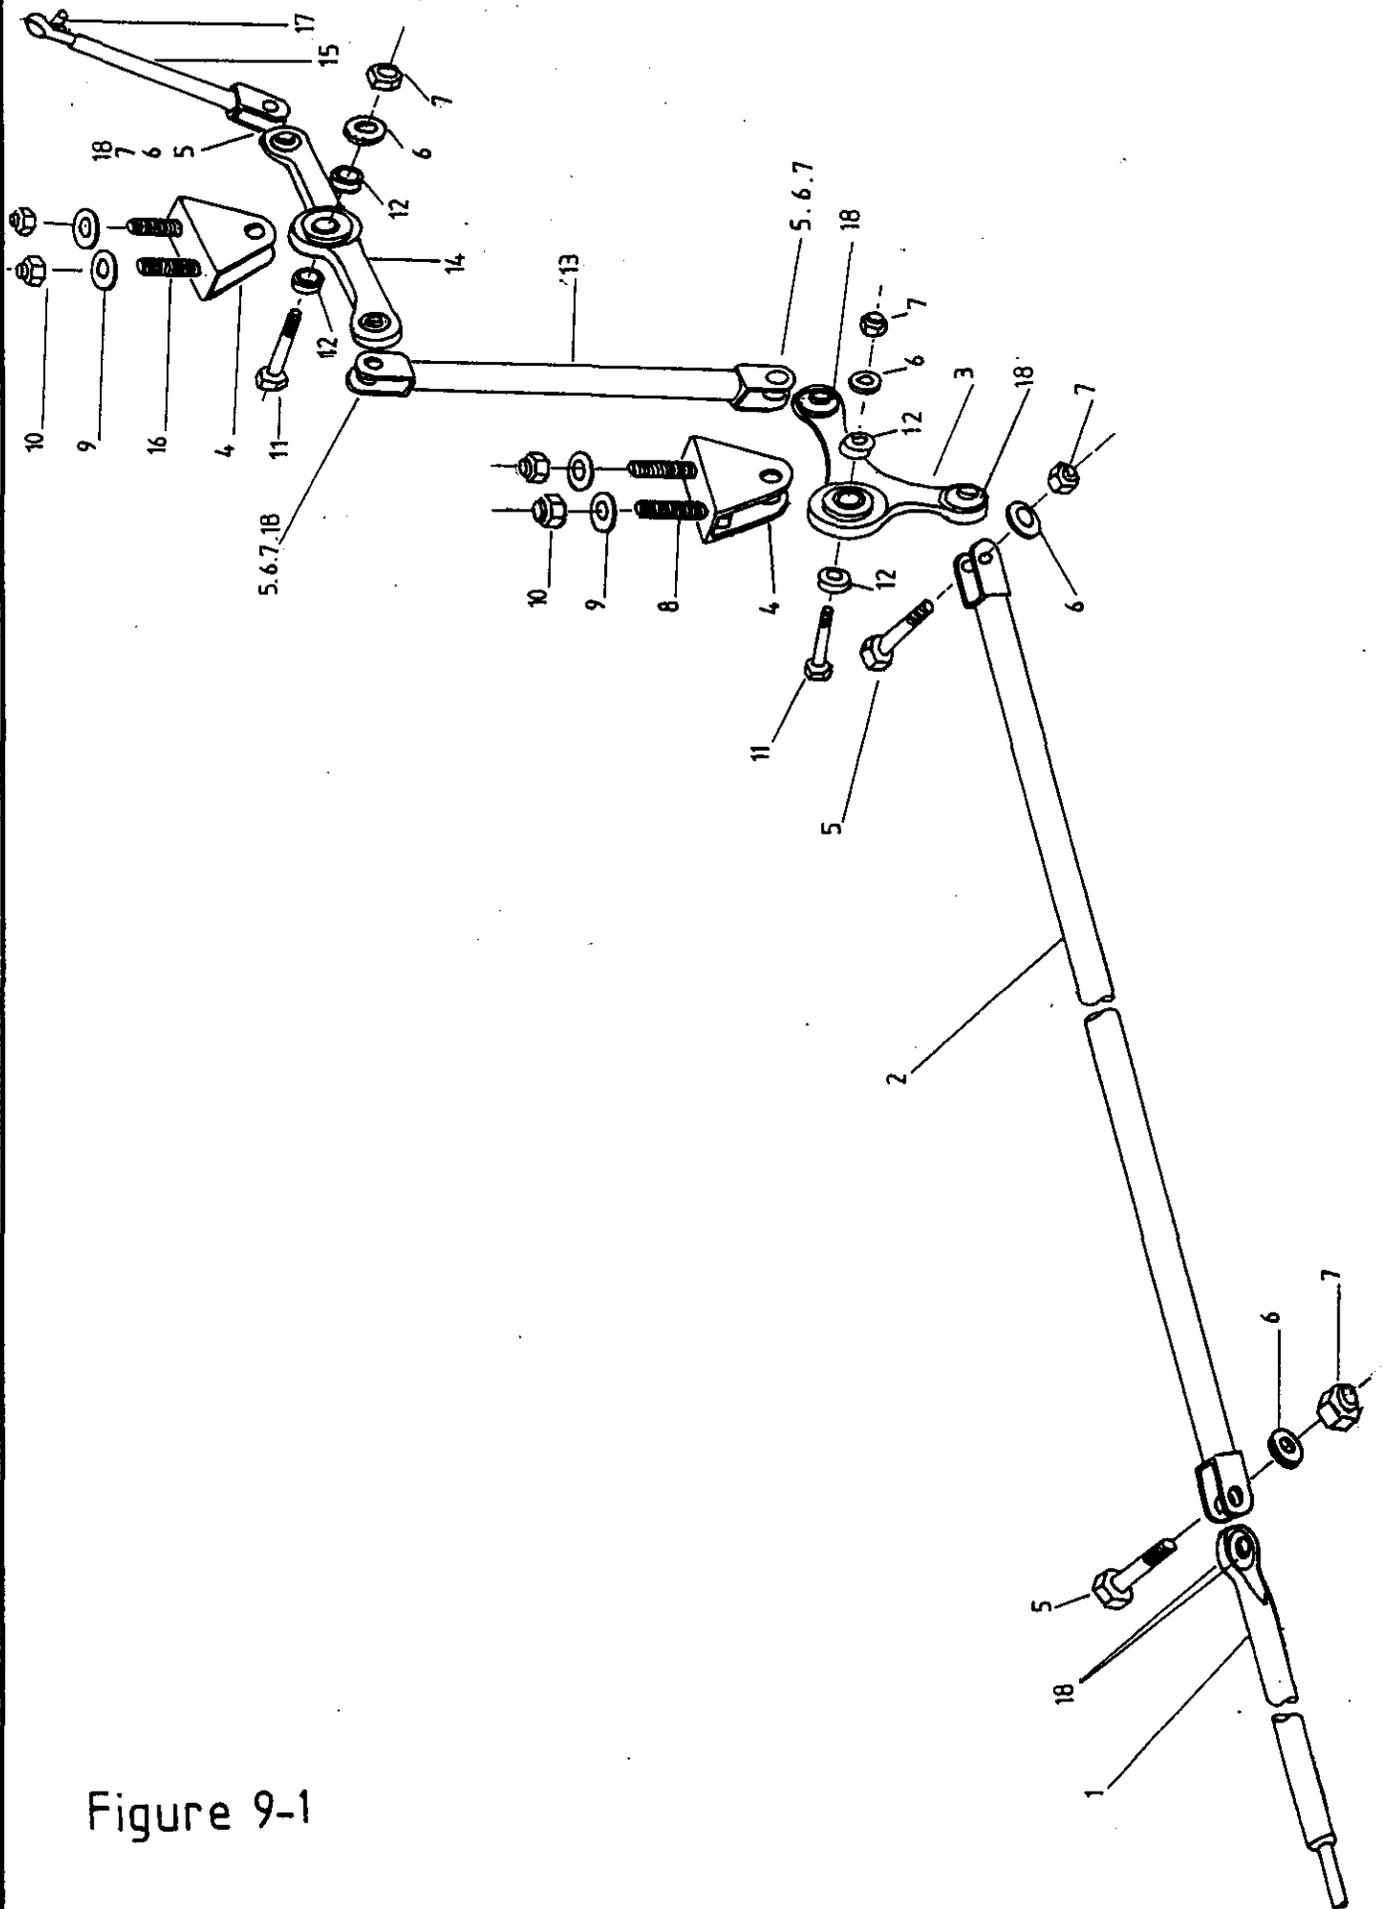

Figure 9-1
- Figure 9-1 : Commande de profondeur dans le fuselage (brancht manuel)